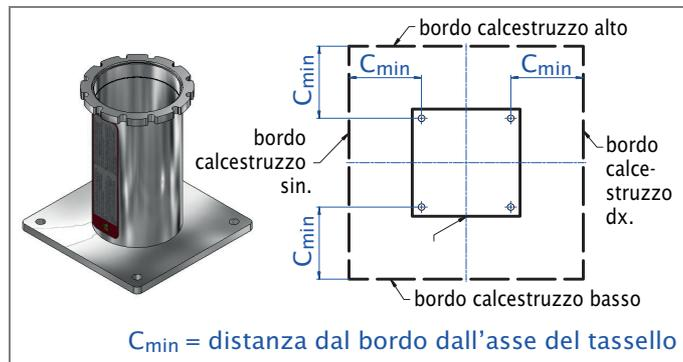

Fig. 13 Distanze minime dal bordo per supporto da terra
- Supporto da terra: vedi Pagina 24, Fig. 13